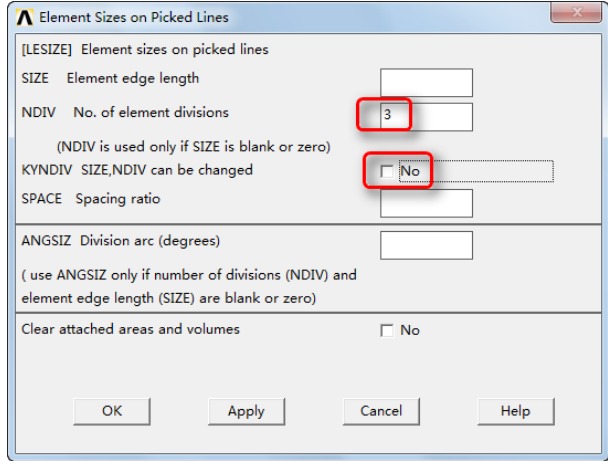
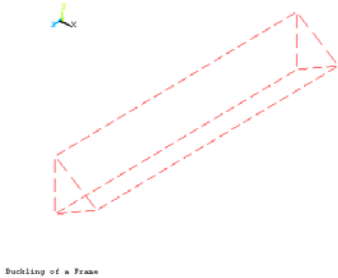

图 15-14 “Element Size on Picked Lines”对话框
图 15-15 网格划分控制
⑫指定单元划分尺寸：Main Menu > Preprocessor > Meshing > Size Ctrls > Manual Size > Lines > Pick Lines，弹出“Element Size on Picked Lines”拾取菜单，用鼠标在屏幕上拾取所有三角形边框（编号为 L1, L2, L3, L4, L5, L6），单击“OK”按钮，弹出“Element Size on Picked Lines”对话框，如图 15-14 所示，在“NDIV”后面输入 3，单击“KYNDIV”后面使其显示为“NO”，单击“Apply”按钮。继续弹出“Element Size on Picked Lines”拾取菜单，用鼠标在屏幕上拾取剩余线（编号为 L7, L8, L9），单击“OK”按钮，弹出“Element Size on Picked Lines”对话框，在“NDIV”后面输入 20，单击“KYNDIV”后面使其显示为“NO”，单击“OK”按钮，屏幕显示如图 15-15 所示。
18 复制线和单元划分设定： Main Menu > Preprocessor > Modeling > Copy > Lines，弹出“Copy Lines”拾取菜单，用鼠标单击选择编号为“L4, L5, L6, L7, L8, L9”的线（可参考图 15-15），弹出“Copy Lines”对话框，如图 15-16 所示，在“ITIME Number of copies”后面输入 15，在“DZ Z-offset in active CS”后面输入 1，在“NOELEM”后面的下拉列表中单击选择“Lines and Mesh”，单击“OK”按钮，屏幕显示如图 15-17 所示。